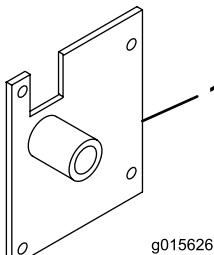

**Figure 11**
1. Enlevez les goupilles fendues et les axes qui fixent le côté droit du système ROPS au support d'articulation (Figure 11).